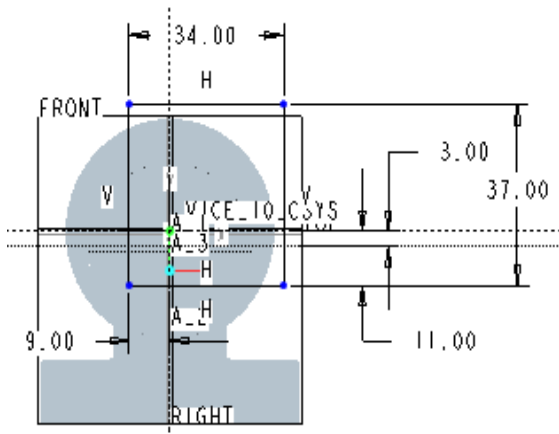

図 6-76 四角形削除部分の範囲指定
- 「四角形」  を用いて図 6-76 に示すように、削除する領域を囲む。